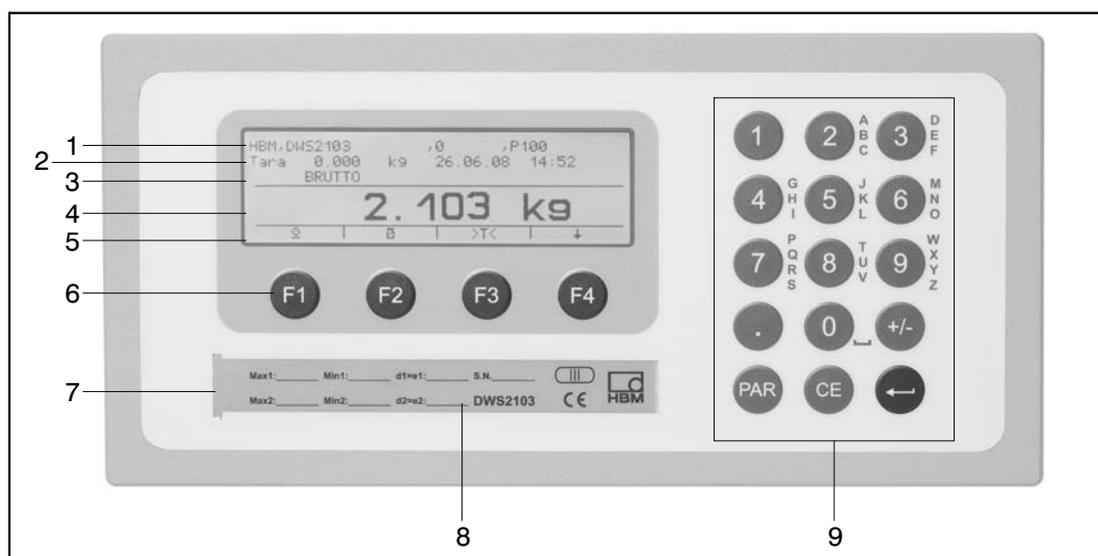

Fig. 6.1: face avant de la DWS2103
- Bouton caché permettant d'accéder au menu d'étalonnage (voir fig. 6.1)